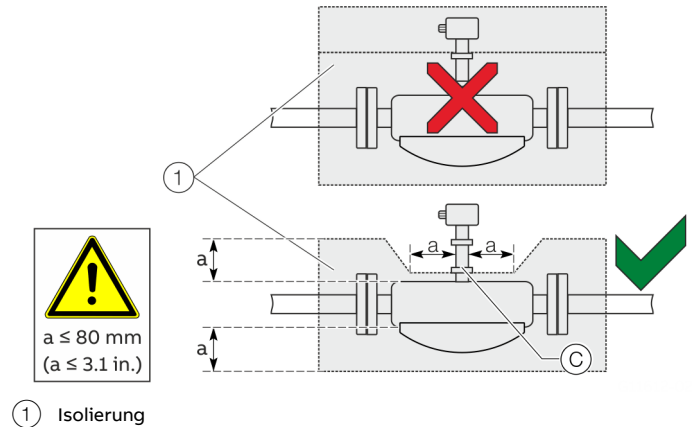

Abbildung 10: Einbau bei $T_{\text{medium}} -50^{\circ}\text{C}$ bis 205°C (-58 bis 400°F)
Der Messwertempfänger darf nur in Verbindung mit der Option TE1 „Erweiterte Turmlänge zur Messwertempfänger-Isolierung“ oder TE2 „Erweiterte Turmlänge – Isolationsfähigkeit mit Doppeldichtung“, wie in **Abbildung 10** dargestellt, isoliert werden.
Beim Betrieb des Messwertempfängers in Verbindung mit einer Begleitheizung darf die Temperatur am Punkt ③ (**Abbildung 10**) 100°C (212°F) zu keiner Zeit überschreiten!